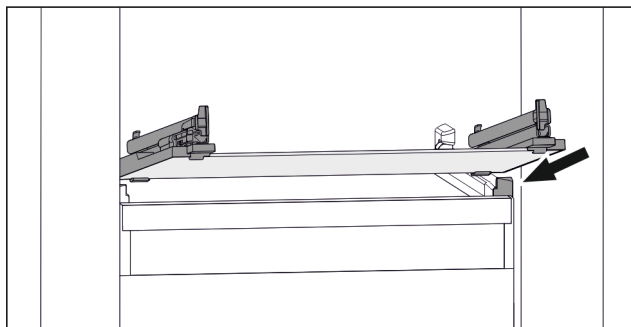

Fig. 107 Exemple de représentation de la tablette en verre
- ▶ Placer la tablette en verre, en l'inclinant, derrière les butées. (voir Fig. 107)